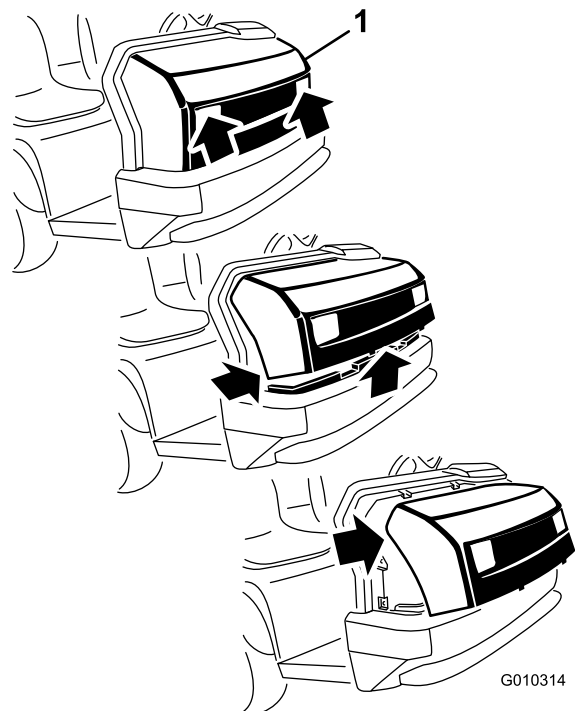

Figura 1
1. Sujete el capó por los orificios de los faros y levántelo para poder liberar las pestañas de montaje inferiores de las ranuras del bastidor (Figura 1).
2. Gire hacia arriba la parte inferior del capó hasta que pueda retirar las pestañas de montaje superiores de las ranuras del bastidor (Figura 1).
3. Gire hacia adelante la parte superior del capó y desenchufe los conectores de cables de los faros (Figura 1).